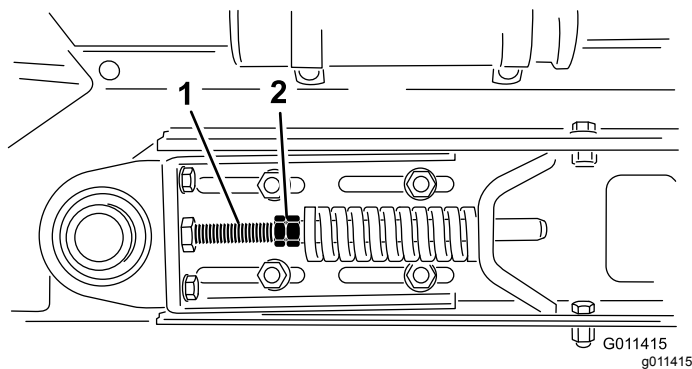

図 31
3. テンションロッドのジャムナットとナットをゆるめて、スプリングの張りをなくす 図 31。